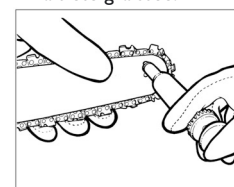

Fig. 14
- Insérer le bec d'une pompe de graissage à usage unique dans l'orifice de graissage et injecter de l'huile jusqu'à ce qu'elle apparaisse sur le bord extérieur de la tête du pignon (Fig. 14).